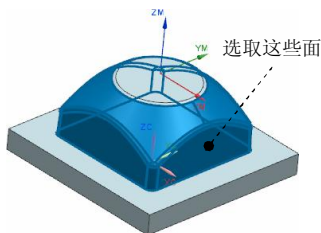

图 3.21 指定切削区域
Step2. 在图形区中选取图 3.21 所示的面（共 18 个）为切削区域，然后单击“切削区域”对话框中的**确定**按钮，系统返回到“深度加工轮廓”对话框。